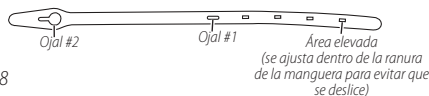

Fig. 18
42. Enrolle la correa de la manguera **17** **Fig. 18.** alrededor de la manguera **13**, alineando las áreas elevadas en la parte posterior de la correa **17** dentro de una ranura en la manguera **13**. **Fig. 19.**